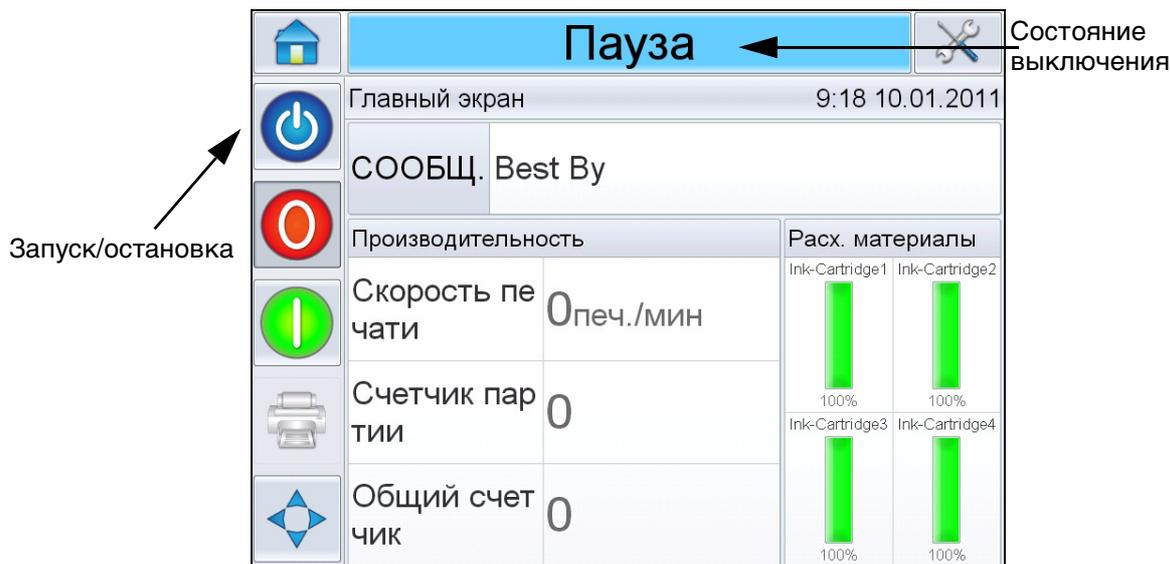

Рис. 5-17: Главная страница - Отключена
- 2 Статус **ЗАПУСК** отобразится в строке состояния главной страницы CLARiTY® (Рис. 5-17), после чего сменится на **ВЫКЛЮЧЕН**, когда принтер будет успешно подготовлен к печати.